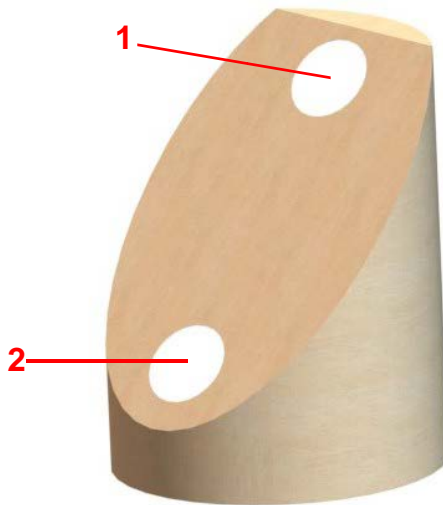

图4：型砂硬度测量点 - 较低硬度（1号点）和较高硬度（2号点）
5. 在砂试样有曲面板支撑的情况下，使用湿型砂硬度测试仪-B级（型号：42142）测量试样窄端和宽端处的湿型砂硬度（图4）。将湿型砂硬度测试仪的边缘与平面的边缘对齐可定位这些点。